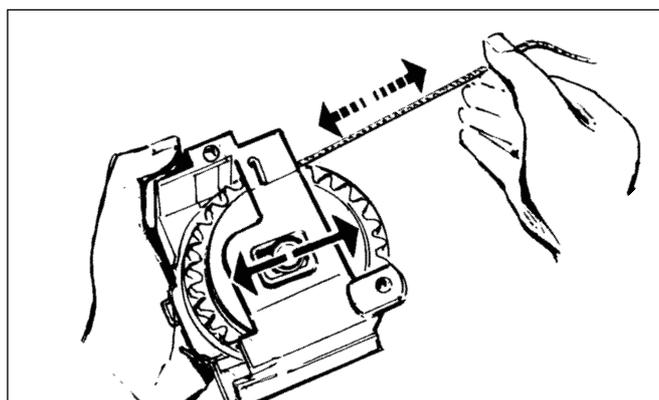

Abb. 27
- Der Zahnkranz sollte beim Anziehen und Loslassen des Starterseils nicht hin- und herrutschen (Gehäuselangloch, Abb. 27).